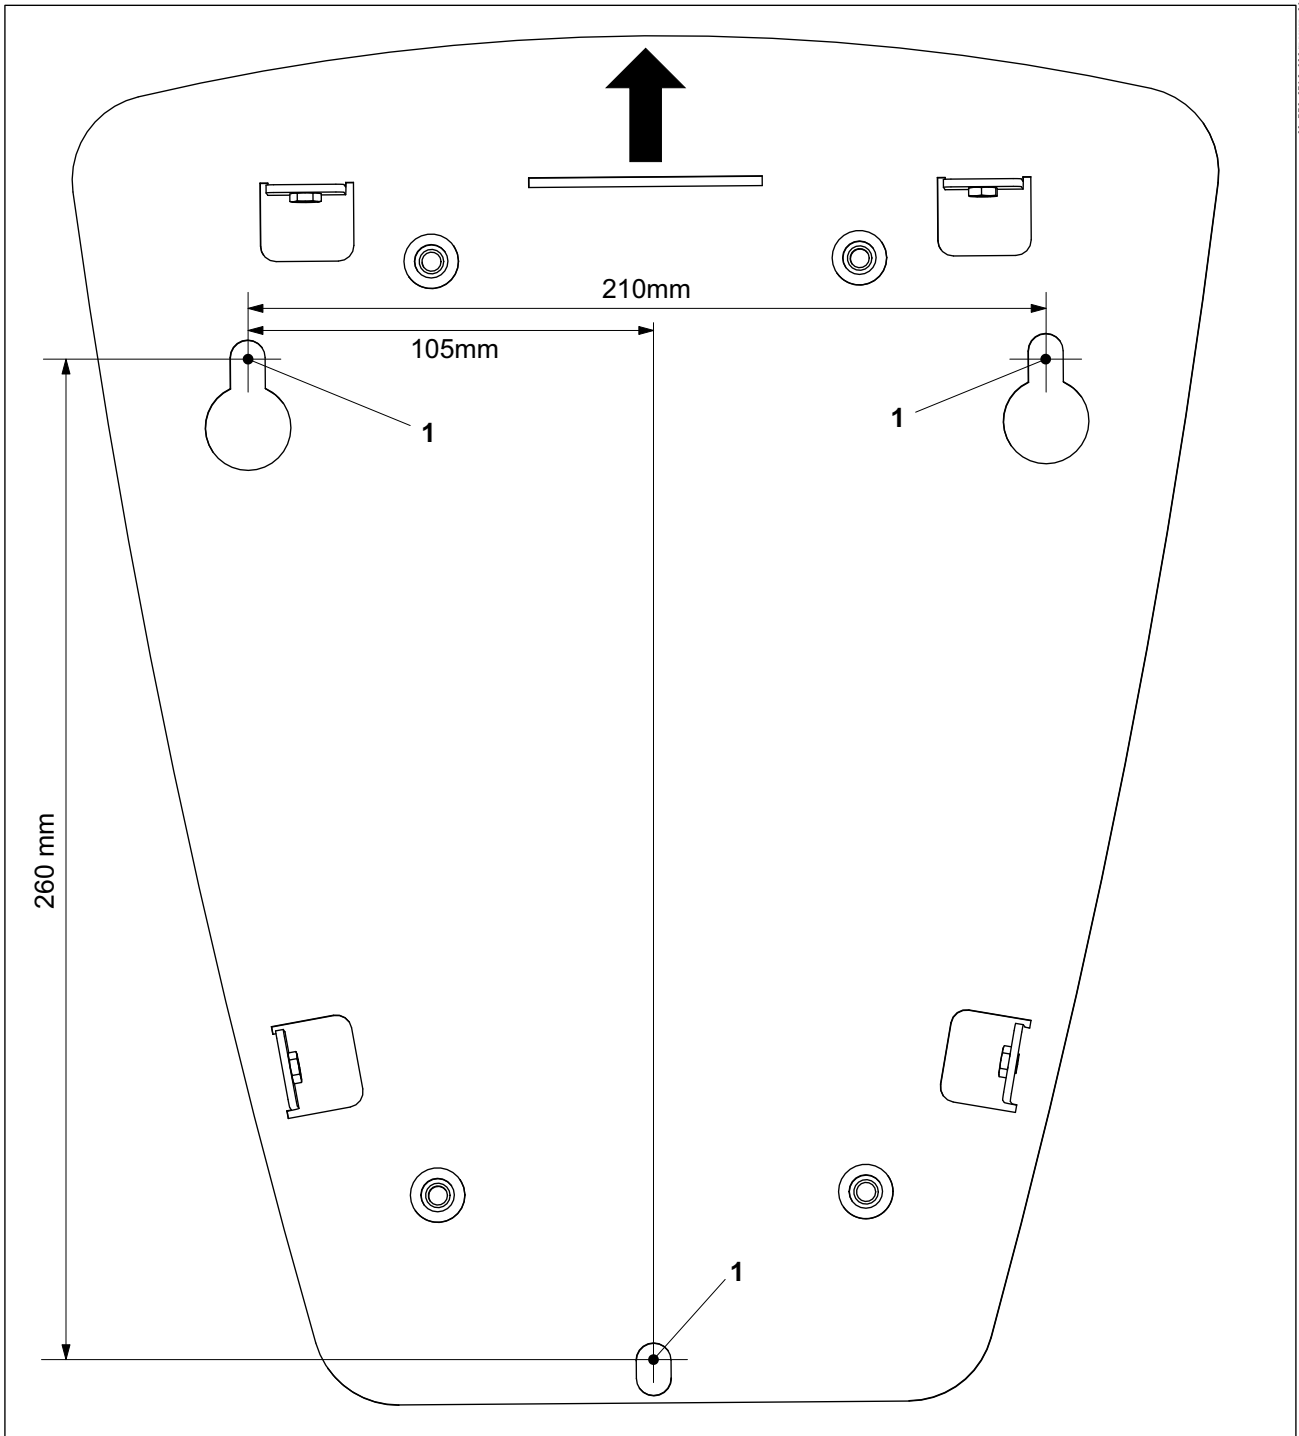

Abb. 1 Bohrplan der Wallbox Energy Control
1. Die drei Befestigungsbohrungen (Abb. 1/1) laut Bohrplan anzeichnen.